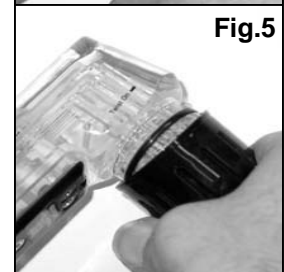

Fig.5
- 1b. **SERIE 2.5 Y SERIE III: (Conexión atornillada, un O-ring) (Fig.5)**